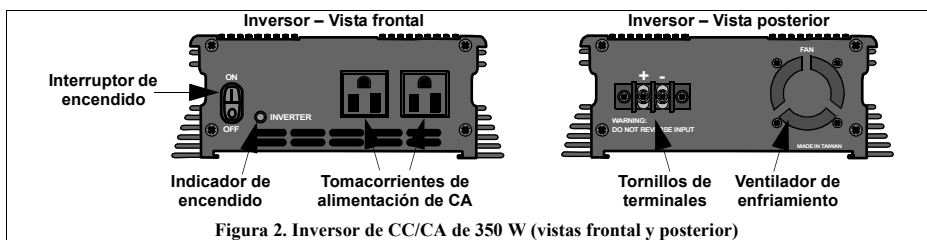

Figura 2. Inversor de CC/CA de 350 W (vistas frontal y posterior)
- Coloque el interruptor de encendido del inversor (Figura 2) en la posición de encendido. El diodo emisor de luz (LED) verde situado junto al interruptor de encendido se iluminará para indicar que el inversor recibe alimentación de CC desde la batería del vehículo.